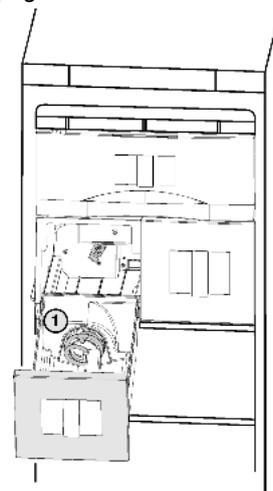

Fig. 11
- ▶ Dopo la pulizia reinserire il recipiente spingendolo semplicemente fino all'arresto. Se non si riesce a reinserire completamente il recipiente, girare la vite senza fine Fig. 11 (1).